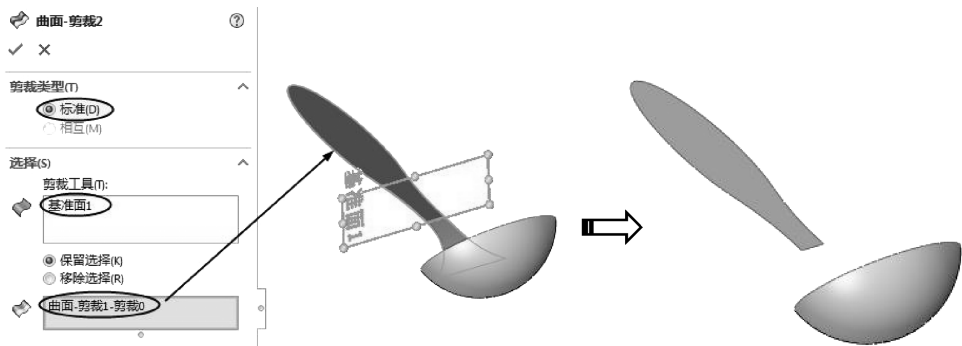

图 4-95 剪裁曲面
- 09 利用【剪裁曲面】工具，以基准面 1 为剪裁工具，剪裁如图 4-95 所示的曲面（此曲面为前面剪裁后的曲面）。